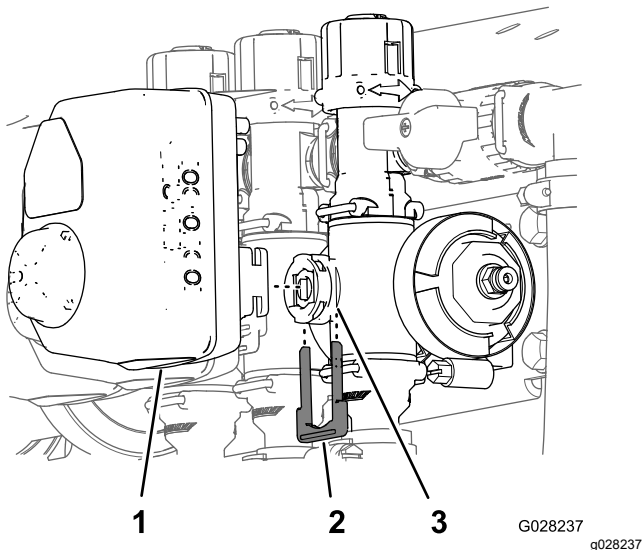

Bild 112
3. Entfernen Sie den Halter, mit dem der Aktuator am Verteilerventil für das Ventil für die Dosierungssteuerung, das Rührwerk, den Hauptabschnitt oder das Abschnittventil befestigt ist (Bild 112).